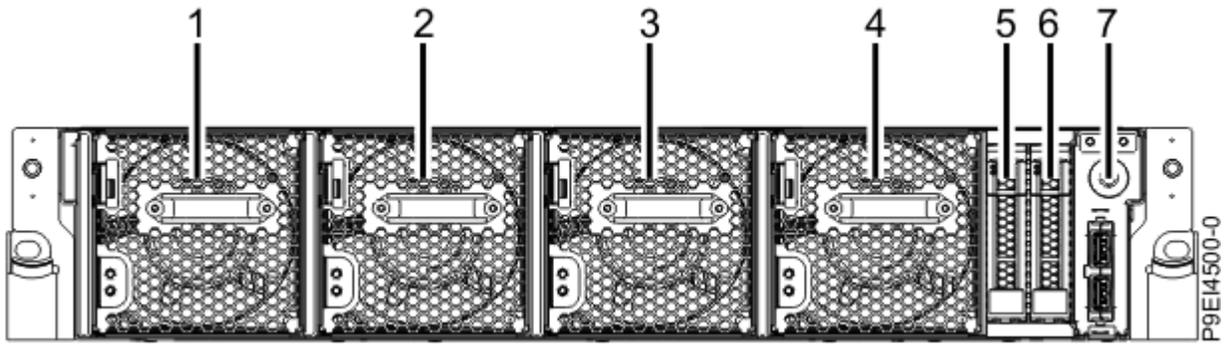

図 19. ドライブの位置 (位置 5 および 6)
1. ディスク・ドライブを取り付けるスロットを決定します。ディスク・ドライブ・スロットは、システム前面の位置 5 および 6 にあります (22 ページの図 19 を参照)。